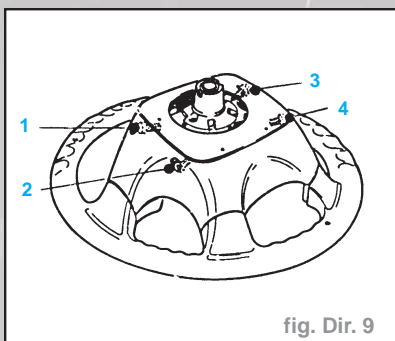

fig. Dir. 9
- le recouvrement central ou l'unité d'airbag, serrer les vis dans l'ordre indiqué à **0,8 daN.m** (fig. Dir. 9).
- Pour plus de clarté le volant est présenté démonté (fig. Dir. 9).